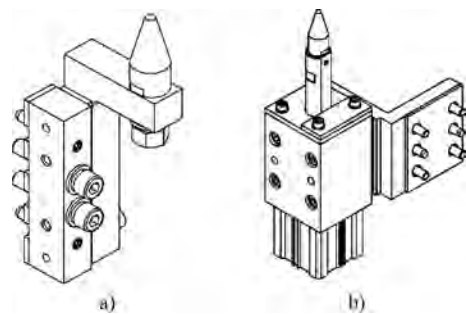

图 1-12 定位销
2) 安装要求: 定位销一般分为固定销和活动销 2 类 (图 1-12)。固定销用螺栓锁紧不能活动; 活动销作业时能往复伸缩, 以方便工件装卸, 安装时径向摆动量应  $<0.2\text{mm}$ ; 销的工作段和导向段的表面硬度和粗糙度, 应分别在 52HRC 和 0.16HRC 以上, 活动销导向孔应配有石墨铜衬套, 以减少销的磨损和方便维修维护。